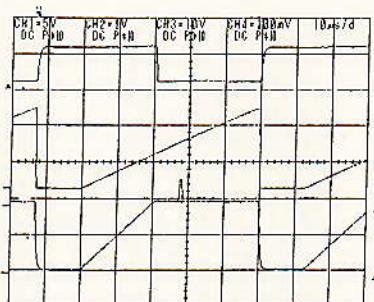
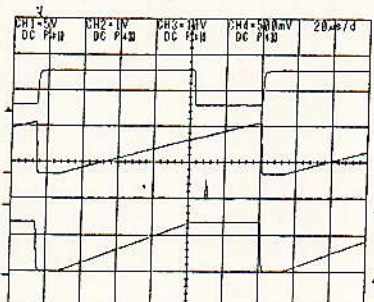

Figure 15 : évolution de V_c, V_c ext, Q3, V_{c5}, pour C_{ext} = 100 pF on obtient ici T = 20 µs.
Figure 17 : même chose pour C_{ext} = 470 pF on obtient ici T = 70,5 µs.
tandis que la tension V_{REF} est égale à 3,47/3,7 = 0,94V. Cela permet de déterminer le temps de charge T pour une valeur donnée de C_{ext}. Les figures 15, 16 et 17 donnent les tensions et les temps (T) obtenus pour C_{ext} = 100, 200 et 470 pF environ (20, 36 et 70 µs respectivement), les temps théo-
$I_2 = (3,47 - 2,5)/47 \cdot 10^3 = 20,6 \mu A$ environ. On peut ici calculer la tension de sortie, c'est-à-dire la tension échantillonnée. Pour une capacité de C₅ de 2000 pF, et un temps T = 70,5 µs, on doit obtenir V = 0,66 V. C'est très exactement la valeur obtenue sur le tracé inférieur de la figure 17. De même, pour C_{tot} = 130 pF (100 + 20 + 10), on doit obtenir V = 0,18 V, valeur en très bon accord avec la mesure (0,19 V) de la figure 15.